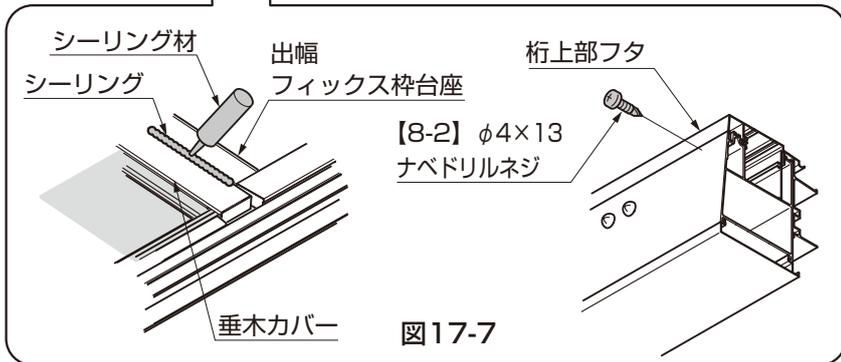
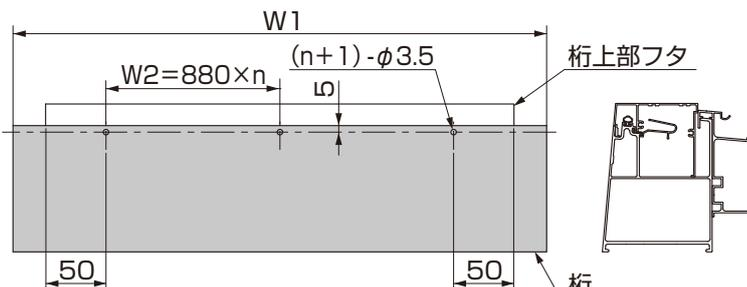

図17-7
図17-8
- ④バルコニー下納まりの場合は、桁上部フタが乗っている桁部分にφ3.5の穴加工をし、桁上部フタを桁に【8-2】で固定してください。(表17-1、図17-7、図17-8参照)